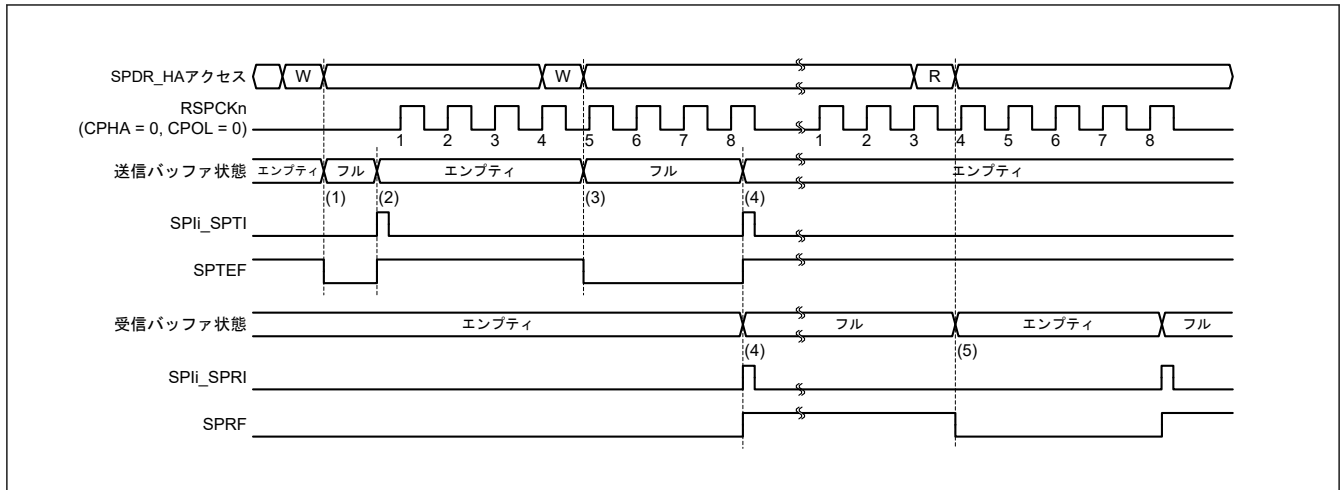
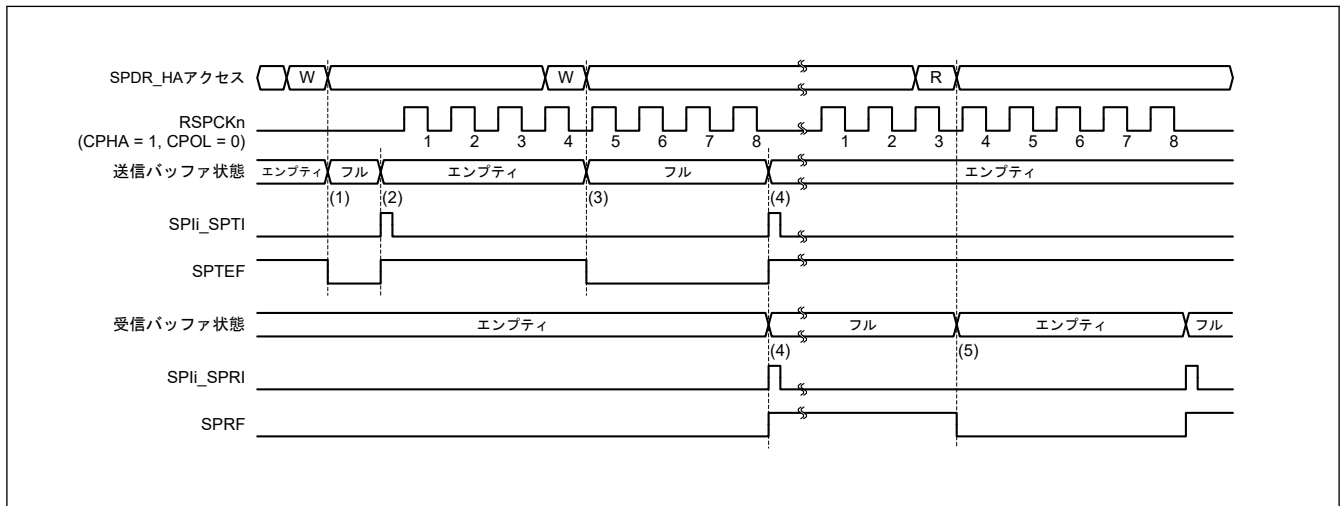

図 28.26 SPIi_SPTI、SPIi_SPRI 割り込みの動作例 (マスターモードで CPHA = 0、CPOL = 0 のとき)
図 28.27 SPIi_SPTI および SPIi_SPRI 割り込みの動作例 (CPHA = 1 かつ CPOL = 0、マスターモード)
図 28.26 および 図 28.27 に、送信バッファエンプティ割り込み (SPi_i SPTI) と受信バッファフル割り込み (SPi_i SPRI) の動作例を示します。これらの図に示された SPDR_HA レジスタアクセスは、レジスタへのアクセス条件を示しています。W は書き込みサイクル、R は読み出しサイクルを示しています。図 28.26 では、SPCR.TXMD ビットが 0、SPCMD0.CPHA ビットが 0、かつ SPCMD0.CPOL ビットが 0 の設定で、SPI が 8 ビットのシリアル転送を実行しています。図 28.27 では、SPCR.TXMD ビットが 0、SPCMD0.CPHA ビットが 1、かつ SPCMD0.CPOL ビットが 0 の設定で、SPI が 8 ビットのシリアル転送を実行しています。RSPCK_n 波形の下に記載した数字は RSPCK サイクル数 (= 転送ビット数) を示しています。
以下に、図 28.26 および 図 28.27 の (1)~(5) に示したタイミングでの SPI の動作を説明します。